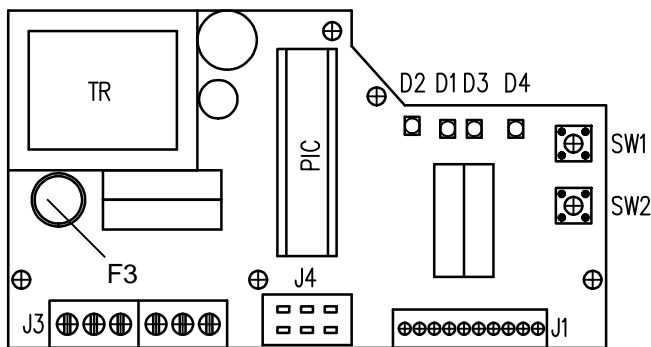

Рис.8
3.4 Настройка регулятора положения (рис.8)
Размещение устанавливаемых и сигнализирующих элементов на доске регулятора REGADA находится на рис.8: